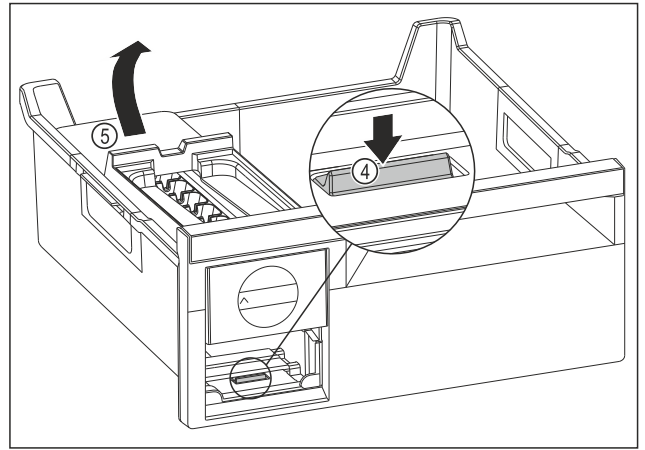

Fig. 145
- ▶ EasyTwist-Ice-Körper entnehmen: Lasche Fig. 145 (4) mit Finger nach unten drücken und gleichzeitig mit der anderen Hand den EasyTwist-Ice-Körper Fig. 145 (5) von hinten anheben.